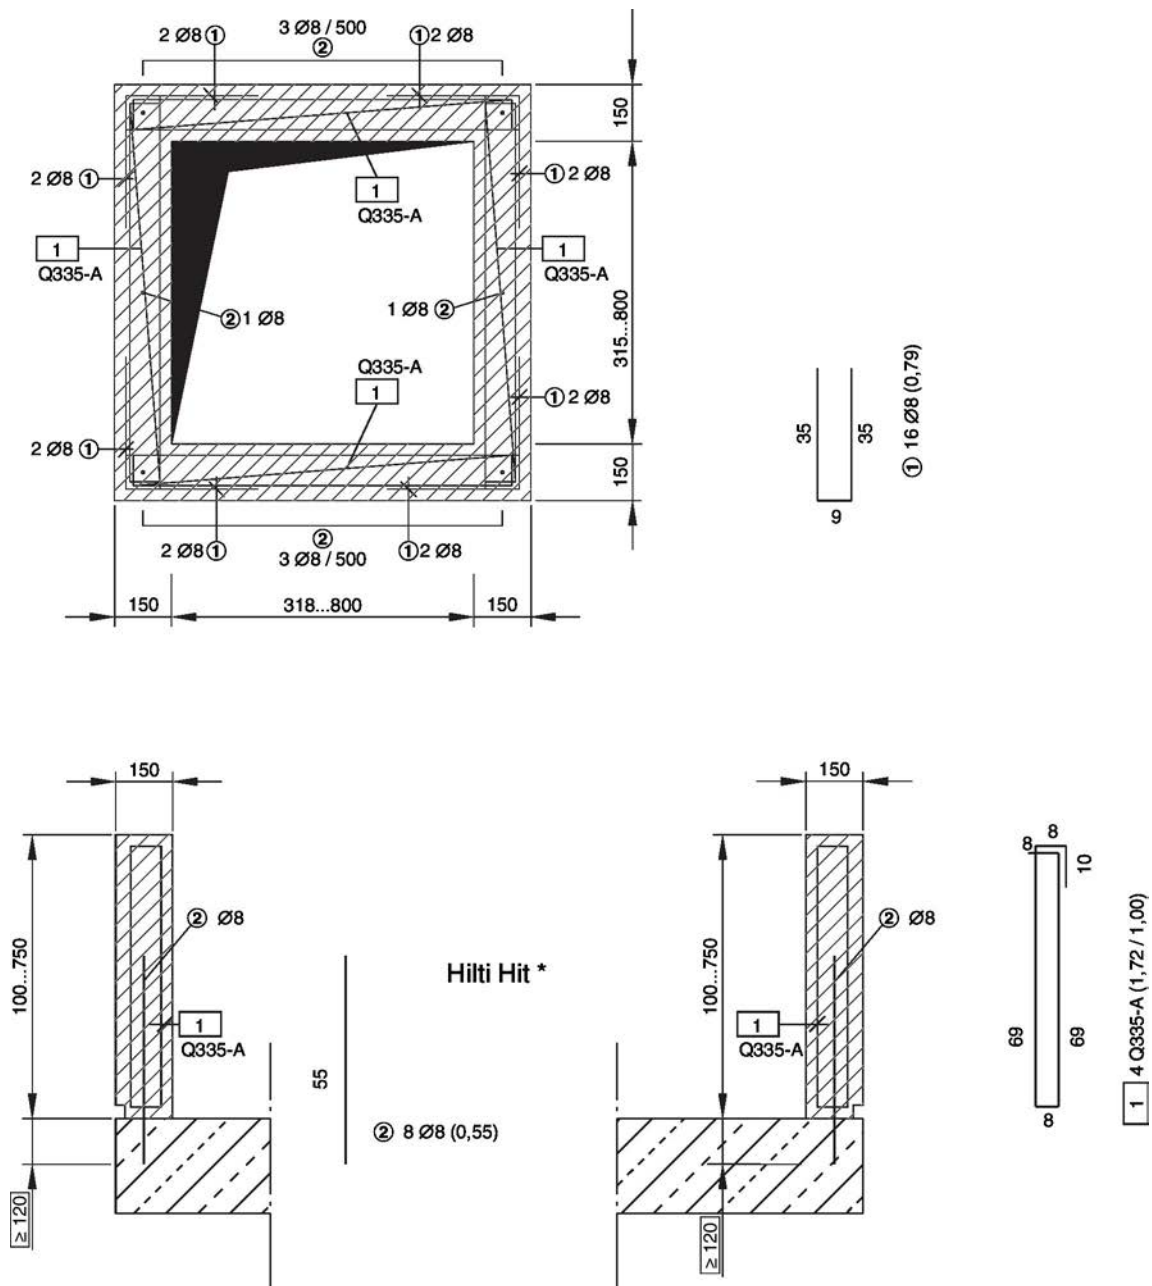

Fig. 20: Construir un refuerzo para una base de hormigón con una altura entre 100 mm y 750 mm
refuerzo, revisar Fig. 20 | A | Lado de instalación |
- Crear una base de hormigón para construir un refuerzo (o similar, p.e. componente de acero), más información Fig. 20. En este caso, para la distancia [z] se deberá tener en cuenta Fig. 19.